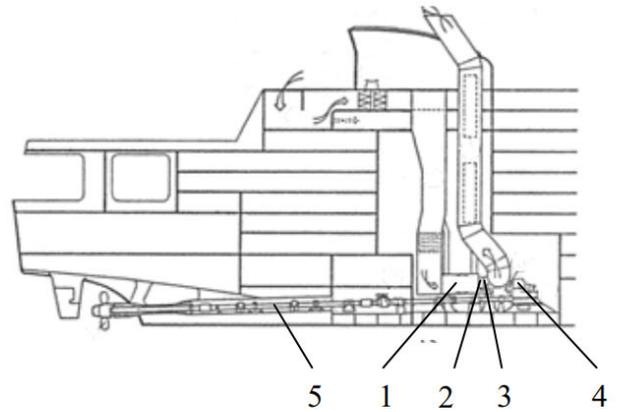

Abb. 1: Antriebsanlage der Fähre
Die Antriebsanlage eines Fährschiffs besteht aus einer Gasturbine (1) mit einer Nennleistung von 50.000 kW bei einer Nenndrehzahl von 2.800 U/min. Diese Gasturbine ist über eine Lamellenkupplung (2) und eine weitere Kupplung (3) mit einem Getriebe (4) verbunden, welches das Drehmoment der Gasturbine an die Schiffswelle (5) weiterleitet. (**Abb. 1 und 2**).